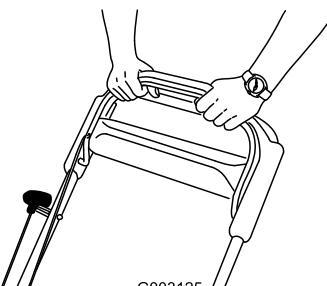

図 20
3. ブレードコントロールバーをハンドルに引き付けるように握りこむ図 20。